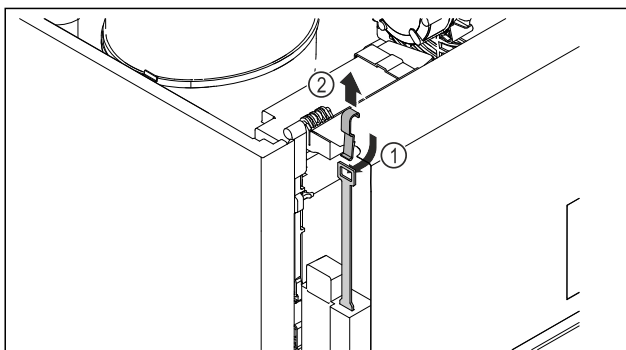

Fig. 244
- Introducir la llave de desbloqueo de emergencia desde arriba Fig. 244 (1), engancharla a la cerradura y tirar de ella hacia arriba Fig. 244 (2).